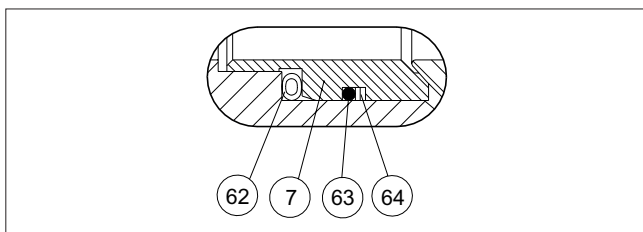

Fig. 27 S-siège
- Montez le joint (63) sur le siège (7) comme indiqué sur les figures 27, 28 et 29.
- Montez les anneaux de retenue (64) (rubans de PTFE) sur le côté des joints toriques. Pour assurer la flexibilité de la jointure, les extrémités du ruban doivent être biseautés.